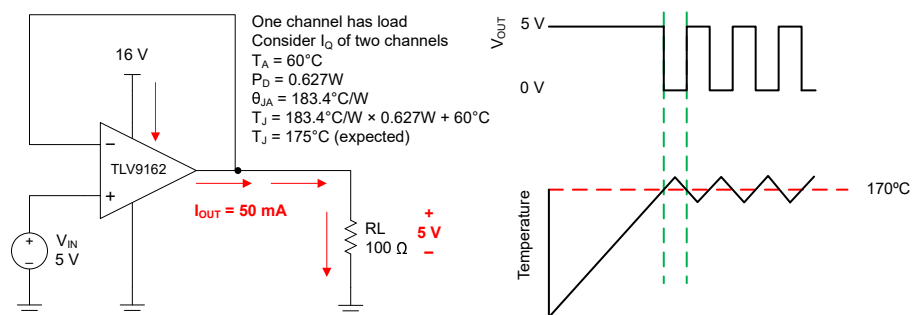

图 6-4. 过热保护
任何放大器的内部功耗都会导致内部温度（结温）升高。这一现象称为 *自热*。TLV916x 的绝对最大结温为 150°C 。超过此温度会损坏器件。TLV916x 具有过热保护功能，可减少自热造成的损坏。该保护功能的工作原理是监视器件的温度，并在温度超过 170°C 时关闭运算放大器输出驱动。图 6-4 展示了 TLV9162 的应用示例，该器件因为其功耗 (0.627W) 而会产生显著的自热。在此示例中，两个通道都具有静态功耗，而其中一个通道具有很大的负载。热能计算表明，当环境温度为 60°C 时，器件结温达到 175°C 。不过，实际器件会关闭输出驱动来恢复到安全的结温。图 6-4 显示了电路在过热保护期间的行为。在正常工作期间，器件充当缓冲器，因此输出为 5V 。当自热导致器件结温升高超过内部限制时，过热保护强制输出进入高阻抗状态，并通过电阻 R_L 将输出拉至接地。如果依旧存在导致过大功耗的状况，放大器将在关断和启用状态之间振荡，直到输出故障得到纠正。请注意，热性能可能会因所选封装和 PCB 布局设计而有很大差异。此示例使用 TSSOP (8) 封装的热性能。